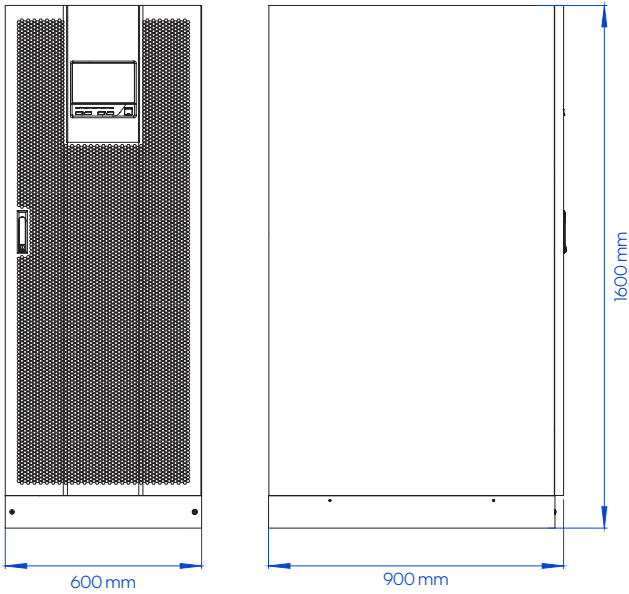

Figura 3-14 Tamaño de UPS-IND HF 13160, UPS-IND HF 13200
1. Determine y planifique la posición de instalación de acuerdo con el tamaño del UPS (como se muestra en la figura 3-14) y el requisito de espacio libre de instalación (consulte 3.2.3 Instalación).